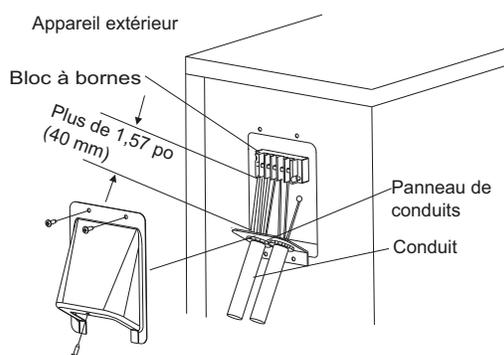

Fig. 21 – Câblage sur place
5. Raccordez le conduit au panneau de conduits (voir la figure 21).